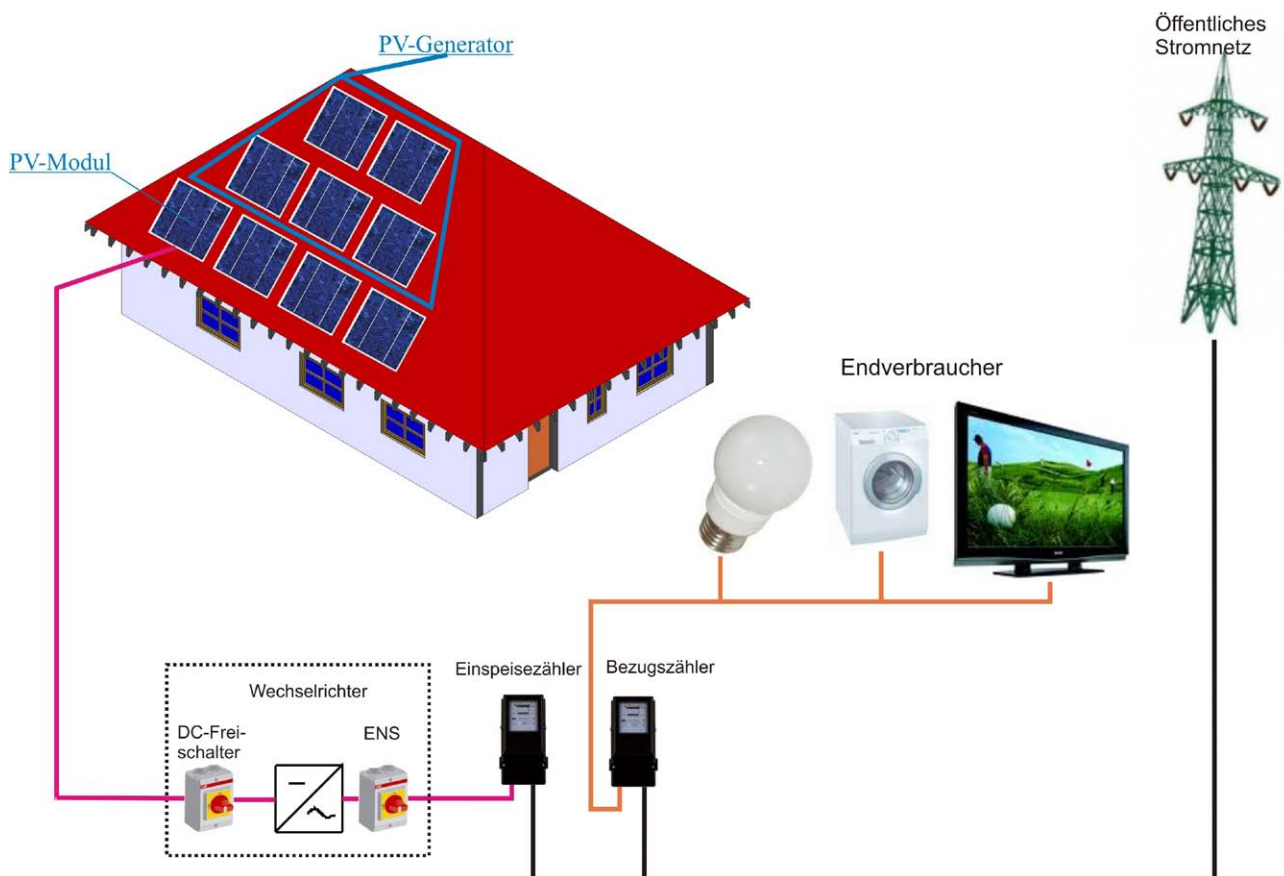

Abbildung 1: *Prinzipieller Aufbau einer Photovoltaikanlage*
Eine Photovoltaikanlage besteht aus mehreren Komponenten (Abbildung 1):
- Abbildung 1: Landesfeuerweherschule Baden-Württemberg